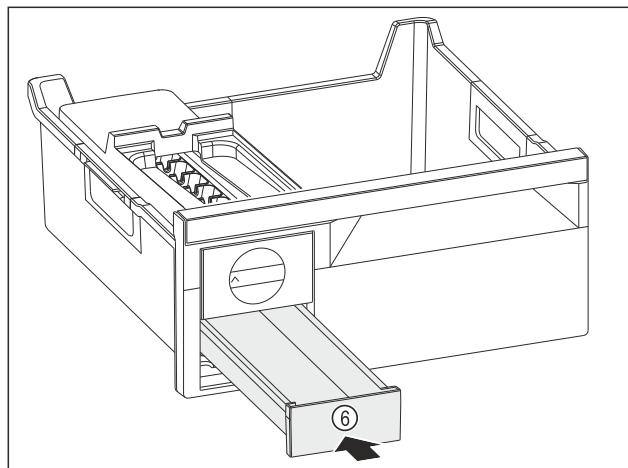

Fig. 146
- Predal za ledene kocke Fig. 146 (6) potisnite noter.